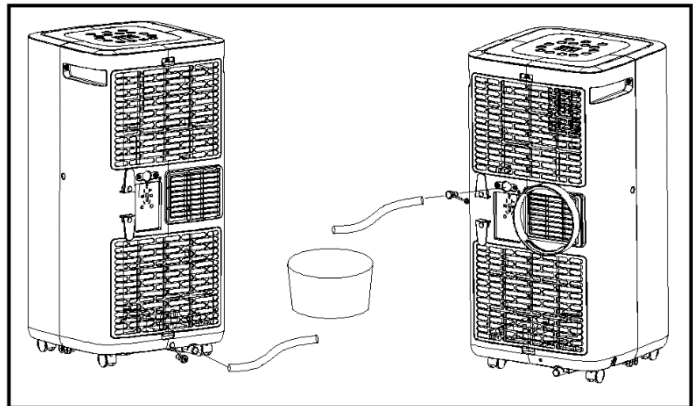

Fig.4
- Drainage continu (uniquement en mode déshumidification): retirez le bouchon en caoutchouc situé au bas de l'appareil et connectez un tuyau de drainage à l'ouverture. Laissez l'eau s'écouler dans un récipient (fig.4).